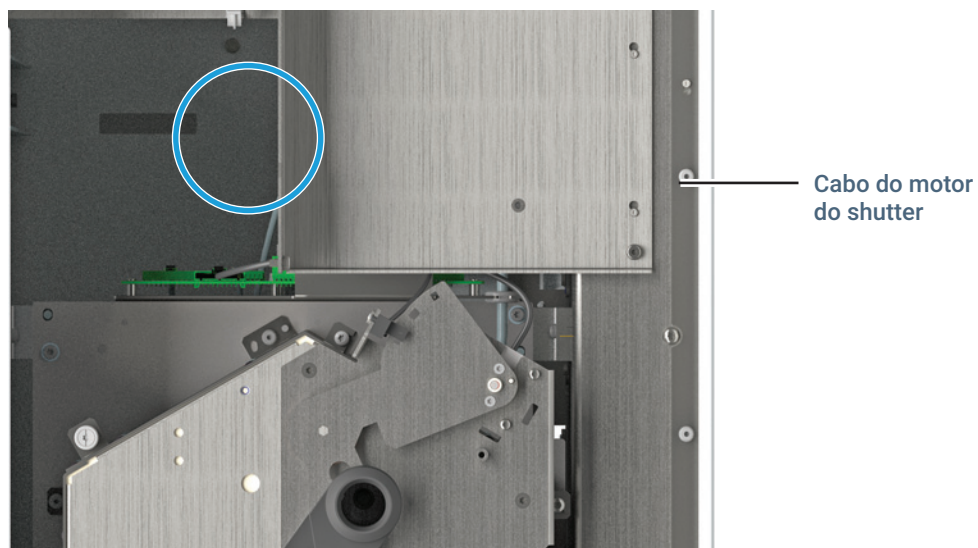

Figura 11. Desconecte o cabo do motor do shutter da placa do conector.
- 7 Desconecte o cabo do motor do shutter da placa do conector. (Figura 11)